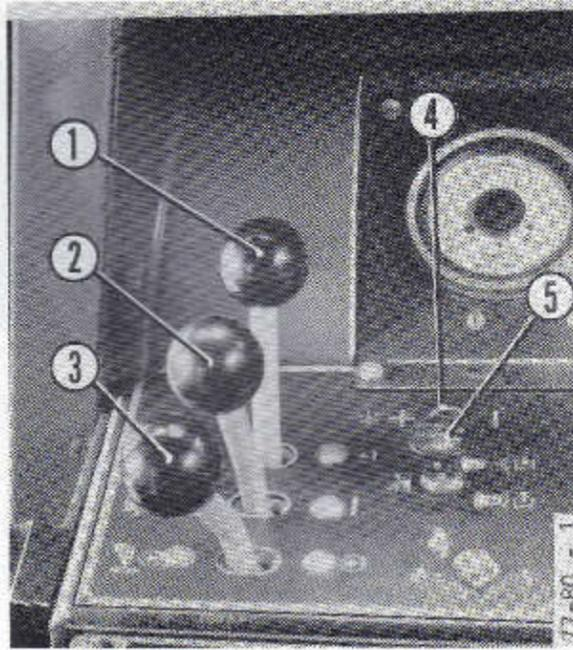

Fig. 20
**Commande de hauteur de rabatteur (1 fig. 20)**
**Levier de variateur d'avancement (transmission standard) (2 fig. 20)**
Non montré, mais placé à côté du 5 (fig. 20).
**Levier de commande de vitesse d'avancement (transmission hydrostatique) (2 fig. 20)**
#### Commande de hauteur de table (3 fig. 20)
#### Interrupteur de commande de variateur de vitesse de rabatteur (4 fig. 20) (en accessoires ou option usine)
#### Embrayage automatique de la table (si monté, 5 fig. 20) en accessoires.